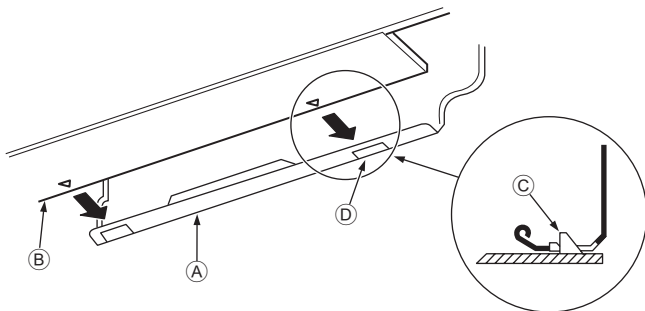

Fig. 3-10
3. Hängen Sie den oberen Teil der Innenanlage an die Montageplatte ①, während Sie die Kältemittelleitung und das Abflussrohr in die Wandöffnung (Tülle) einführen.
5. Befestigen Sie die Innenanlage, indem Sie sie gegen die Montageplatte ① drücken. (Fig. 3-10)
- * Vergewissern Sie sich, dass die Knöpfe unten an der Innenanlage sicher in die Montageplatte ① eingehängt sind.
- ⓐ Montageplatte ①